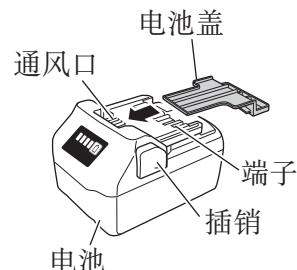

图 1
- 或者将电池装在电动工具中, 或者在牢固按入电池盖并挡住通风孔后再存放, 以防止短路。(参照图 1)